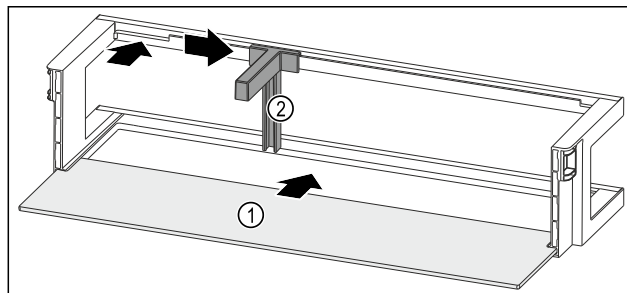

Fig. 53 Rafti i derës me raft mbajtës
- ▶ Futni raftin mbajtës Fig. 53 (1) në foletë anësore.
- ▶ Vendosni mbajtësen e shisheve Fig. 53 (2) te foletja.
- ▶ Shtyni anash mbajtësen e shisheve Fig. 53 (2) në pozicionin që dëshironi.